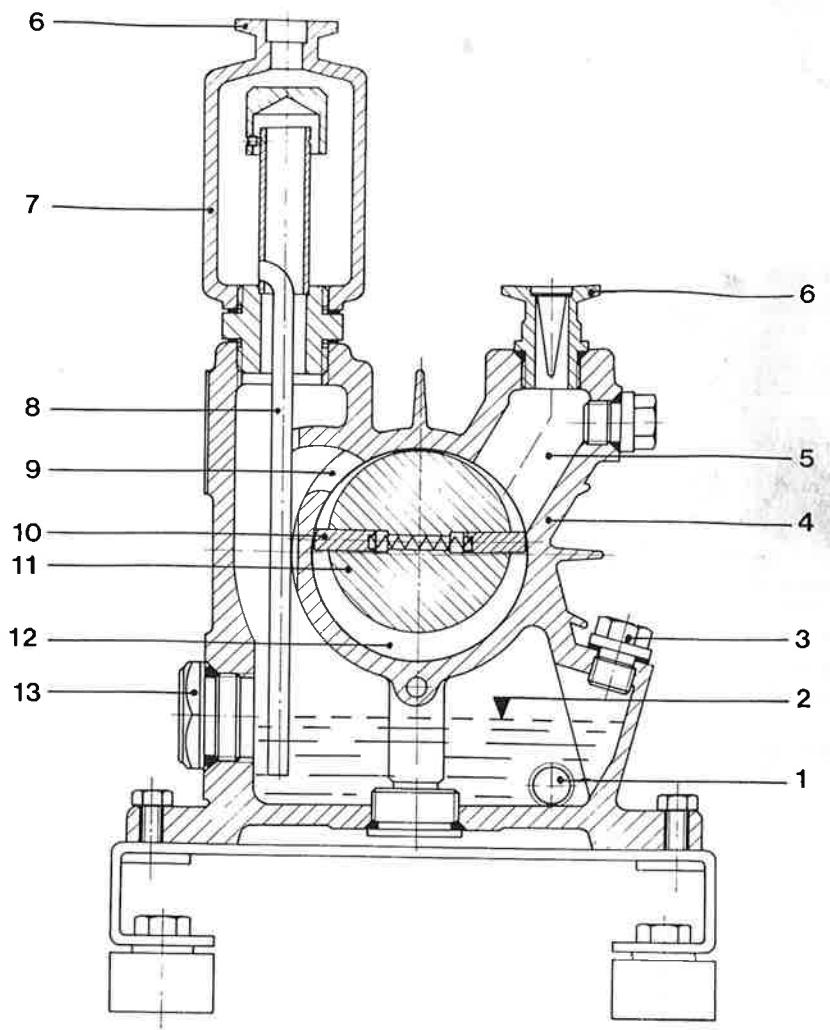

Fig. 2
Die Pumpe MP 6 dient zum Erzeugen von Vakuum und Druck. Pumpe und Motor sind auf einer Grundplatte angeordnet. Der Pumpenrotor und die Motorwelle sind durch eine elastische Kupplung miteinander verbunden. Die Pumpe arbeitet nach dem Drehschieberprinzip (Fig. 2). Sie hat einen Arbeitsraum von sichel förmigem Querschnitt (12). Dieser wird aus dem Zylinder (4) und dem in diesem exzentrisch gelagerten Rotor (11) gebildet. Der Rotor hat zwei Slitze zur Aufnahme der Schieber (10). Durch Flieh kraft werden die Schieber an die Zylinderwand gedrückt und fördern das Gas unter gleichzeitiger Verdichtung von der Ein- (5) zur Auslaßöffnung (9). Aus dem Öl vor rat (2) im Pumpengehäuse wird den Lagerstellen und dem Arbeitsraum zur Schmierung und Abdichtung ständig Öl zugeführt. Ein Ölfänger (7) auf der Ausstoßseite der Pumpe scheidet Öl tröpfchen ab, die von dem geförderten Gas mitgerissen werden. Ein Fallrohr (8) führt das abgeschiedene Öl wieder dem Vorrat zu.
The pump MP 6 has been designed for producing vacuum and pressure. Pump and motor are mounted on a common base-plate. A flexible coupling has been used for connecting the rotor of the pump and the driving shaft. The pump functions on the rotary vane principle (Fig. 2). Its pump chamber is of sickle-shaped cross-section (12). This chamber comprises the cylinder (4) and the eccentrically mounted rotor (11) within the cylinder. The rotor is provided with two slots for accommodating the vanes (10). By centrifugal force, the vanes are pressed against the wall of the cylinder thus passing the gas under simultaneous compression from the intake (5) to the exhaust ports (9). Oil is fed continuously from the reservoir (2) in the pump housing to the bearings and the pump chamber for lubrication and sealing. The exhaust side of the pump is fitted with an oil-trap (7) for separating oil drops being carried along by the gas being exhausted. The system is fitted with a gravity tube (8) for returning the trapped oil to the reservoir.
La pompe MP 6 sert à la production du vide ou de la pression. La pompe et le moteur sont montés sur une plaque de base commune. Le rotor de la pompe et l'arbre du moteur sont reliés par un accouplement élastique. La pompe fonctionne d'après le principe des palettes rotatives (fig. 2). Elle a un espace de travail en forme de croissant (12). Ce dernier est formé par le cylindre (4) et le rotor (11), logé excentriquement dans ce cylindre. Le rotor comporte deux fentes, dans lesquelles sont placées les palettes (10). Sous l'influence de la force centrifuge, les palettes sont pressées contre la paroi du cylindre et transportent le gaz, en le comprimant de l'orifice d'entrée (5) à l'orifice de sortie (9). L'huile, provenant du réservoir, est constamment amenée aux paliers et à l'espace de travail en vue de la lubrification et de l'étanchement. Un piège d'huile (7) du côté refoulement de la pompe sépare les gouttelettes d'huile entraînées par le gaz pompé. Un tube de descente ramène l'huile séparée vers le réservoir.